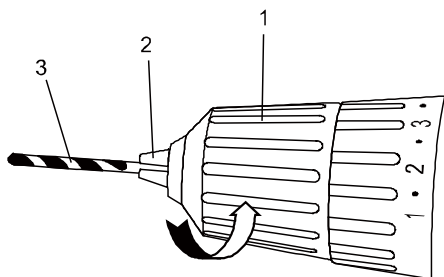

Рис.6
Поверните гильзу патрона (1) в направлении по часовой стрелке, пока губки патрона (2) не сойдутся равномерно и оснастка не будет надежно зажата (Рис. 6).